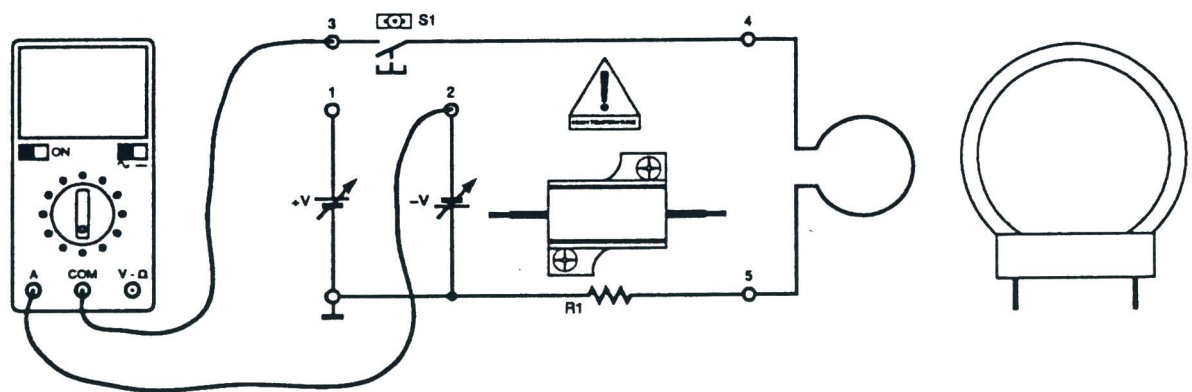

Fig.2.2b
- 12) Conectar el amperímetro entre el jack 2 y el jack 3 (Fig.2.2b)